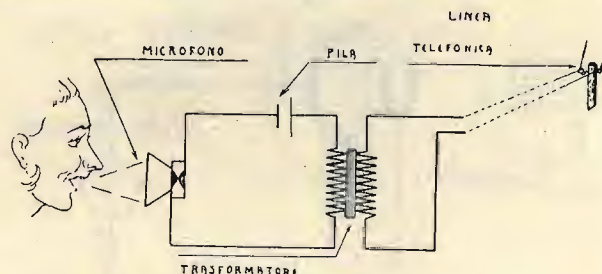

Fig. 6. — Parlando davanti ad un comune apparato telefonico le vibrazioni sonore prodotte dalla voce si trasformano in correnti elettriche variabili.
1) Allorché si parla davanti al microfono di un normale apparato telefonico, le vibrazioni sonore della nostra voce, colpendo il diaframma del microfono adagiato sopra un contatto di carbone, modificano la resistenza del contatto inserito in un circuito elettrico, e indi l'intensità di corrente che in esso circola. Questa corrente viene trasformata da bassa ad alta tensione, mediante la presenza di un apposito trasformatore, e ciò allo scopo, per quanto riguarda la telefonia normale, di renderla atta a vincere la resistenza delle linee (fig. 6).